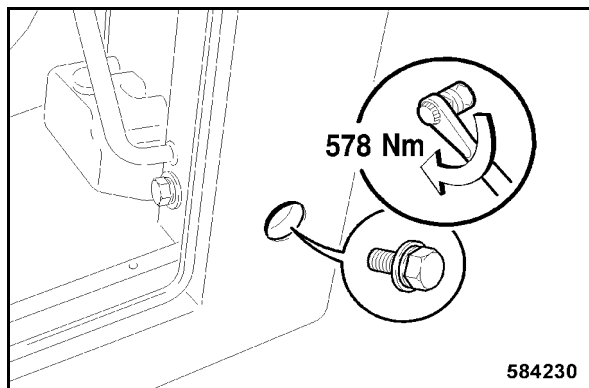

Fig. 215
- Serrer la vis de fixation arrière latérale gauche à un couple de 578 Nm (Fig. 215).